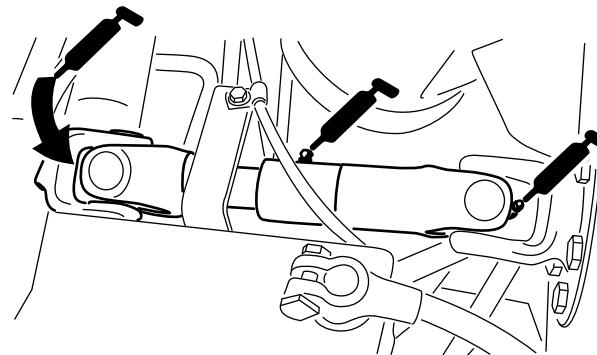

Bild 58
- U-Gelenk der Pumpenantriebswelle (3) — Bild 58